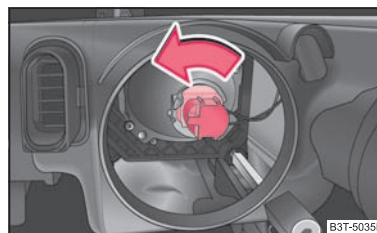

Fig. 212 Desmontaje de la bombilla para luz de cruce
- Girar el conector junto con la bombilla hacia la izquierda, hasta la tope, y retirarlo ⇒ fig. 212.